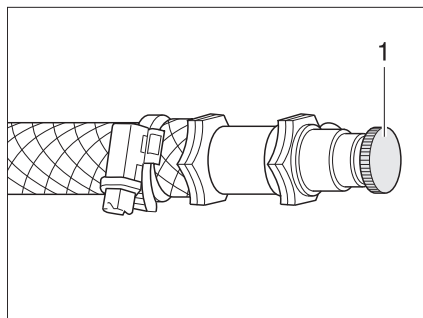

Fig. 168 Válvula de purga de la calefacción de agua caliente
- Abrir la válvula de purga (Fig. 168,1) y dejarla abierta hasta que deje de salir aire.